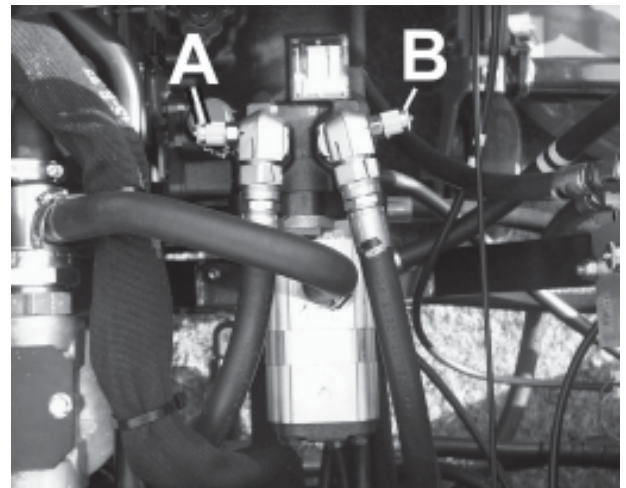

Fig. 8
2. Pressione trazione integrale: 207 bar. (A/B (Fig. 8)).